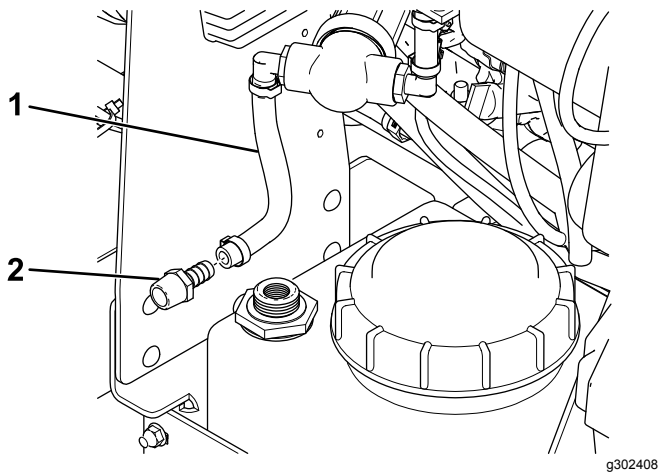

Bild 7
1. Trennen Sie den Pumpenschlauch vom Anschlussstück am Tank (Bild 7).
2. Trennen Sie das Schlauch-Anschlussstück vom Tank und entsorgen Sie dieses (Bild 7).